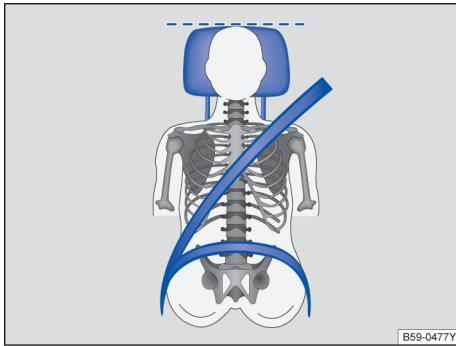

图 20 驾驶员头枕的正确位置
- 调节头枕，使头枕的上沿与您的头顶等高，不可低于眼睛，头部尽可能贴近头枕→图 20。